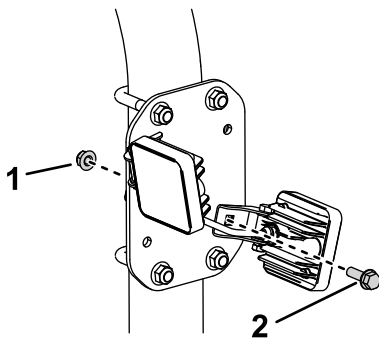

Figure 1
1. Retirez les écrous et boulons arrière du support du feu de travail, comme montré à la Figure 1.